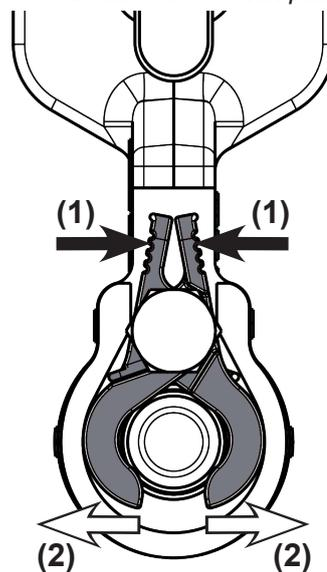

Fig. 14: Meccanismo di apertura a morsetto
- 1 Premere contemporaneamente entrambe le estremità delle leve (1) nella parte superiore del morsetto di bloccaggio (Fig. 14). Entrambe le estremità del morsetto (2) si aprono.